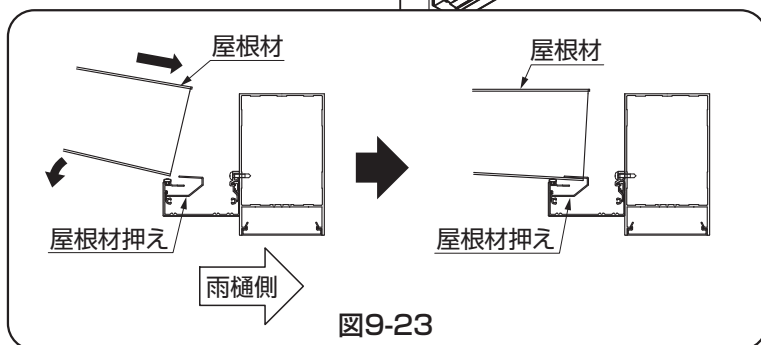

図9-23
①屋根材を屋根材押えに、はめ込み位置を確認して取付けてください。（図9-23参照）
- 屋根材は屋根材押えの奥まではめ込んでください。（図9-23参照）